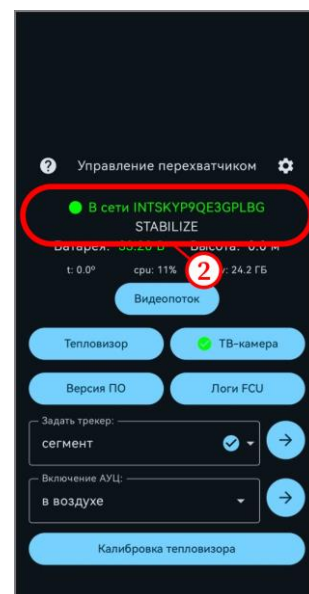

Рисунок 2
- если подключение выполнено успешно, на экране будет показан статус « В сети» (рисунок 2, шаг 2).